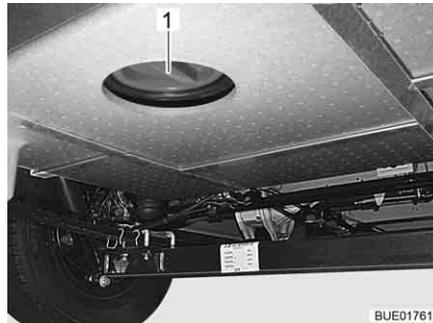

Fig. 257 Apertura per la pulizia sul serbatoio delle acque grigie
- A questo scopo aprire l'apertura per la pulizia (Fig. 257,1) per il serbatoio delle acque grigie e il rubinetto di scarico.